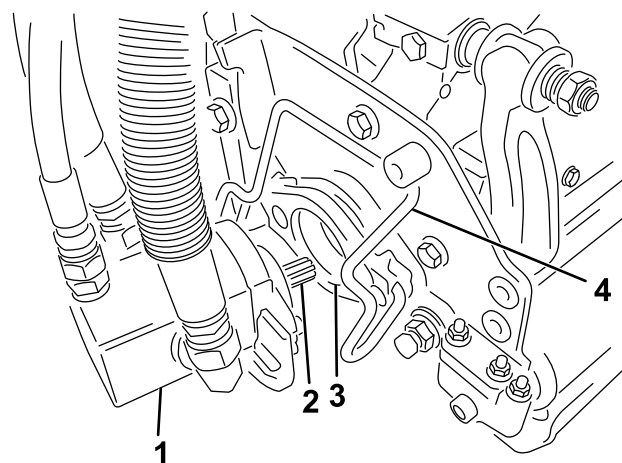

Рисунок 46
5. Нанесите на шлицевой вал электродвигателя режущего блока чистую консистентную смазку (**Рисунок 46**).
сторону электродвигателя до тех пор, пока не услышите щелчок с обеих сторон электродвигателя (**Рисунок 46**).